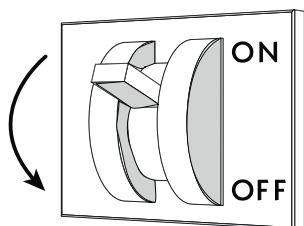

Fig. 27
- Retirar a tensão elétrica ao balcão através do interruptor seccionador geral colocado na parede ("Fig. 27").